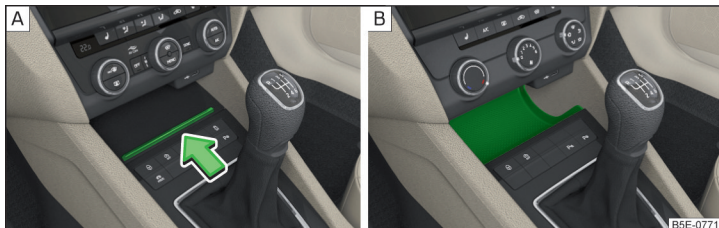

Abb. 95 Ablagefach öffnen / Nicht abschließbares Ablagefach
- › Zum **Öffnen** auf die Leiste in Pfeilrichtung drücken » Abb. 95 - **A**.
Bestimmte Modellausführungen verfügen über keinen Deckel des Ablagefachs » Abb. 95 - **B**.